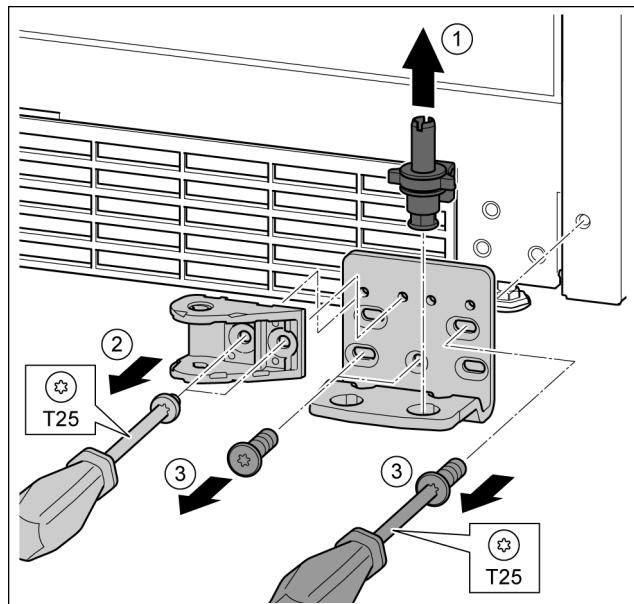

Fig. 30
- ▶ Опорний гвинт цілком витягніть рухом вгору. Fig. 30 (1)
- ▶ Викрутіть гвинти за допомогою викрутки T25 та зніміть з'єднувальний елемент демпфера. Fig. 30 (2)
- ▶ Викрутіть гвинти за допомогою викрутки T25 та зніміть опорний кронштейн. Fig. 30 (3)